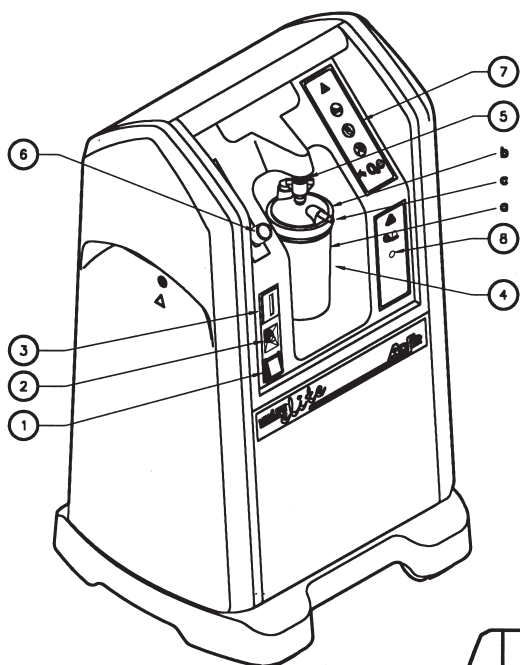

Fig. I.1
I.1 Lato anteriore (Fig. I.1)	2-IT
I. 1. Lato anteriore (Fig. I. 1)